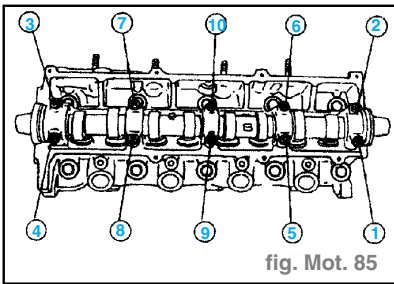

fig. Mot. 85
- Desserrer les boulons du chapeau de l'arbre à cames en deux ou trois étapes dans l'ordre indiqué. (fig. Mot. 85)